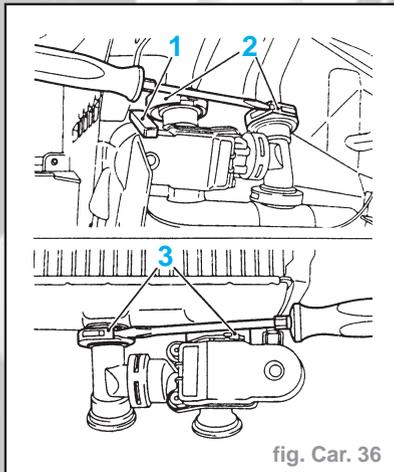

fig. Car. 36
- Désolidariser les raccords rapides (2) du radiateur et débrancher les tuyaux de chauffage (fig. Car. 36).